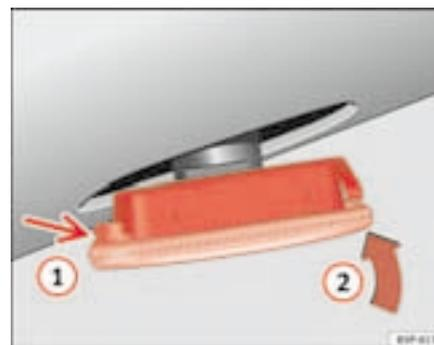

Fig. 191 Intermitente lateral
- Coloque el intermitente en primer lugar en el orificio de la carrocería, encajando las pestañas ⇒ página 267, fig. 191, flecha ①.
- Encaje la lámpara como indica la flecha ② ⇒ página 267, fig. 191 ■